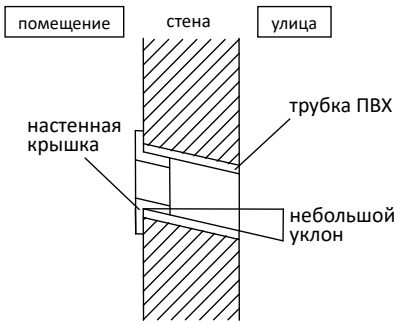

Рис. 4
- Просверлите отверстие в стене, как показано на рис. 4. Отверстие диаметром 70 мм должно быть слегка наклонено наружу.
- Отрежьте трубку из ПВХ под небольшим углом длиной немного короче, чем толщина стены, и вставьте ее в отверстие (рис. 4).